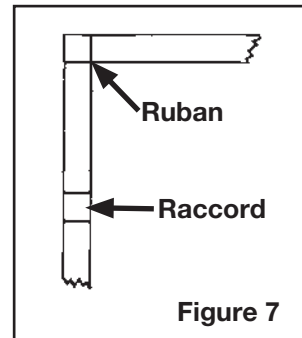
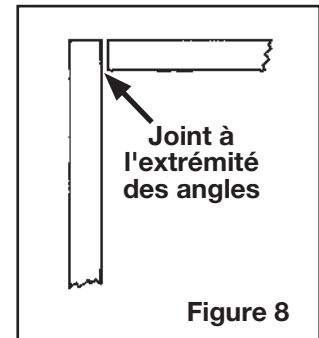

Figure 7
Figure 8
4. Lorsque des assemblages à recouvrement sont requis (par ex., pour les coins et les raccords), l'assemblage à recouvrement doit avoir une longueur d'au moins 2 po. (50.8 mm) (c.-à-d. pleine largeur du ruban - **Figure 7**). Pour les joints d'extrémité, il faut bien appuyer sur les deux extrémités du ruban pour éviter que le ruban ne se soulève (**Figure 8**).